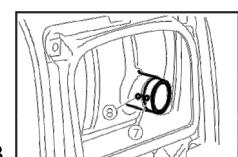

Рис.33
5. Установите искрогаситель в обратной последовательности, совместив выступ на искрогасителе с пазом на выхлопной трубе глушителя (рис. 33).